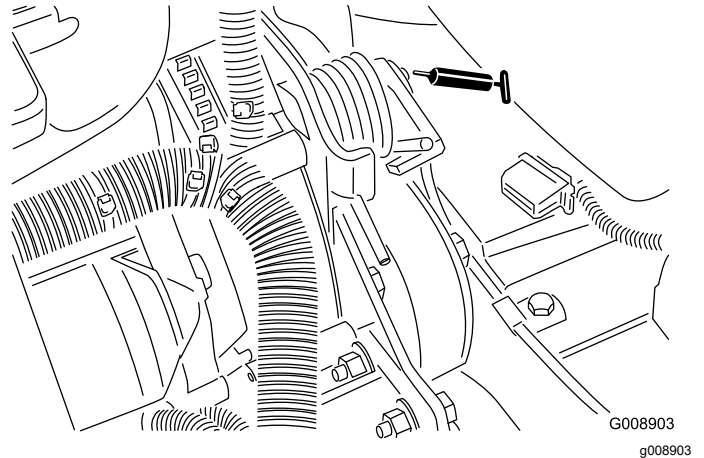

Bild 68
- Riemenspannungsdrehbüchse (Bild 68)